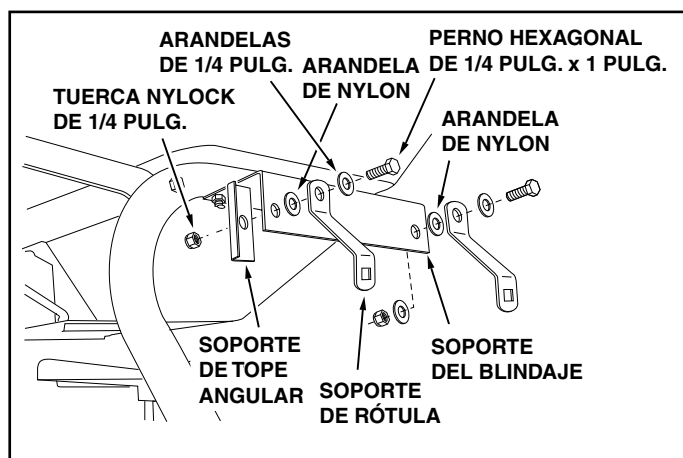

FIGURA 12
22. Fije un soporte de tope angular y un soporte de rótula en el orificio posterior del soporte blindado derecho usando un perno hexagonal de 1/4 pulg. x 1 pulg., dos arandelas de 1/4 pulg., una arandela de nylon y una tuerca Nylock de 1/4 pulg. Coloque el soporte de tope angular en el interior y el soporte de rótula en el exterior. **Apriete** la tuerca de seguridad de modo que el soporte de rótula pueda girar libremente. Véase la Figura 12. Repita el paso para el soporte blindado izquierdo.
23. Fije un soporte de rótula en el orificio delantero del soporte blindado derecho usando un perno hexagonal de 1/4 pulg. x 1 pulg., dos arandelas de 1/4 pulg., una arandela de nylon y una tuerca Nylock de 1/4 pulg. **Apriete** la tuerca de modo que el soporte de rótula pueda girar libremente. Véase la Figura 12. Repita el paso para el soporte blindado izquierdo.